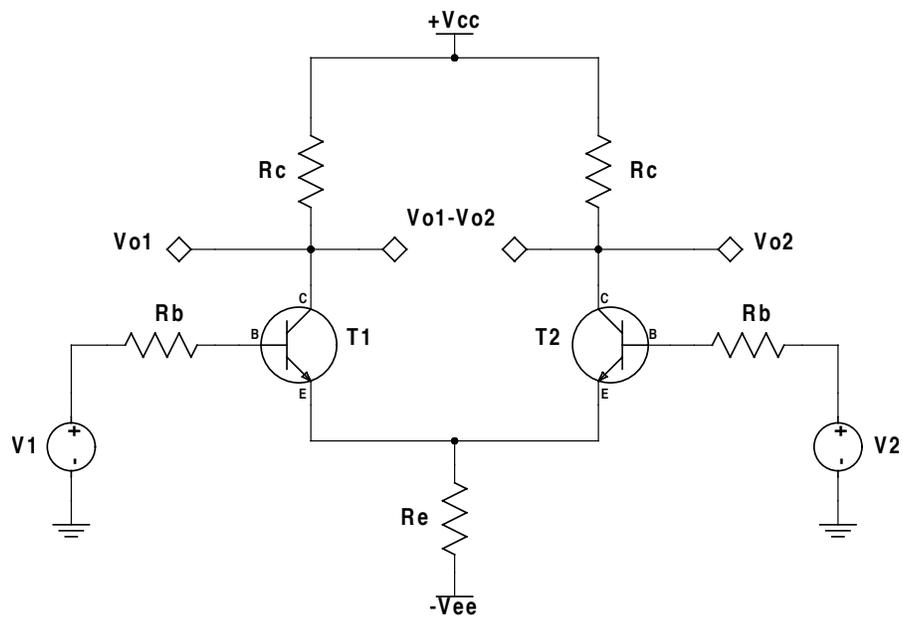

Figura 12: Amplificador diferencial básico.
La figura 12 muestra un circuito atractivo para realizar conmutación de muy alta velocidad este circuito evita el tiempo de saturación del transistor y logra así tiempos de conmutación mas rápidos, debido a tal característica se usa en circuitos integrados de alta velocidad.
2. Arme el circuito mostrado en el diagrama de la Figura 12, haciendo $V_2 = 0$ (es decir sustituya la fuente V_2 por una conexión a tierra).
8. Arme el circuito mostrado en el diagrama de la Figura 12, haciendo $V_1 = 0$ (es decir sustituya la fuente V_1 por una conexión a tierra) e inyecte una señal de $V_2 = 1$ Vpp a una frecuencia igual a 1kHz.